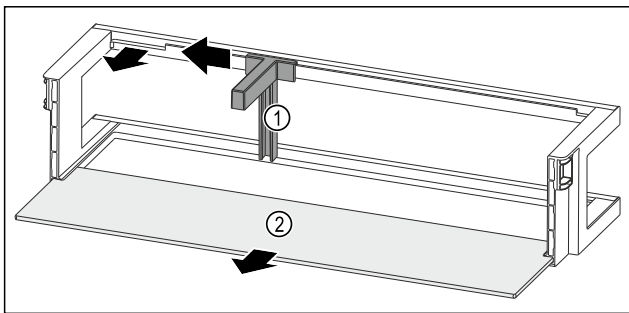

Fig. 118 Дверная полка с держателем для бутылок и съемной полкой
- ▶ Сместите держатель для бутылок Fig. 118 (1) до выемки в сторону.
- ▶ Извлеките держатель для бутылок Fig. 118 (1).
- ▶ Извлеките съемную полку Fig. 118 (2).